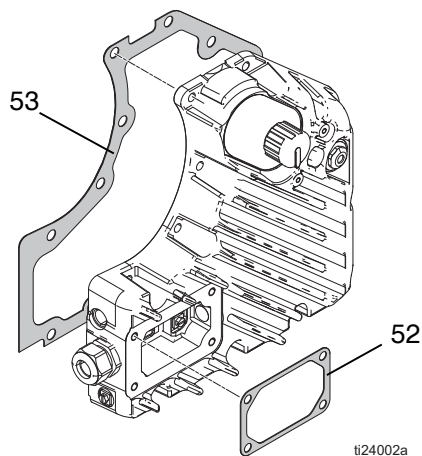

FIG. 25: Juntas de la tapa del sistema electrónico y de la caja de conexiones
1. Instale la nueva junta de la tapa (se incluye en el kit de tapas del sistema electrónico). Consulte la FIG. 25 en la página 16.